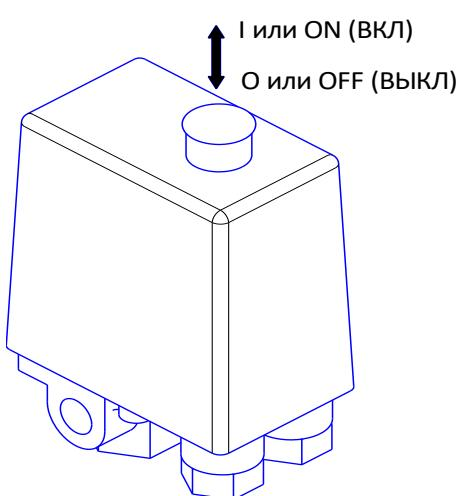

Рисунок 3
- 1 Проверьте, чтобы выключатель на прессостате находился в выключенном положении "О" или "OFF", в зависимости от исполнения (см. рисунок 3).
- 4 Включите компрессор выключателем на прессостате. Для этого необходимо переключить выключатель в положение "I" или "ON", в зависимости от исполнения (см. рисунок 3).
- 1 Выключить компрессор выключателем на прессостате. Для этого необходимо переключить выключатель в положение "O" или "OFF", в зависимости от исполнения (см. рисунок 3). После этого остановится электродвигатель и произойдет сброс давления из нагнетательного воздухопровода и поршневого блока.
- 1 Переключите выключатель на прессостате в положение "О" или "OFF", в зависимости от исполнения (см. рисунок 3).